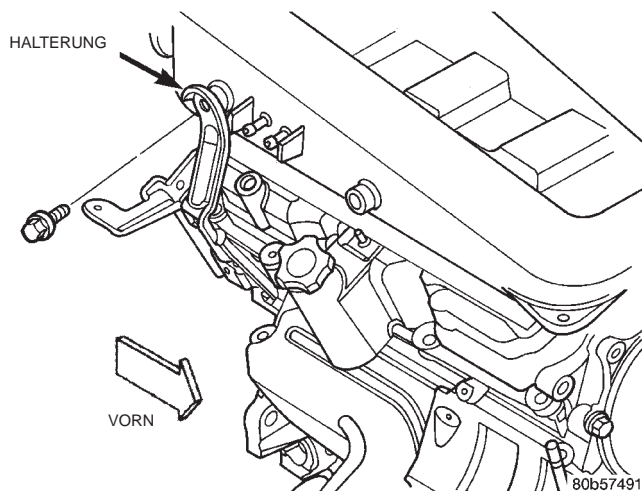
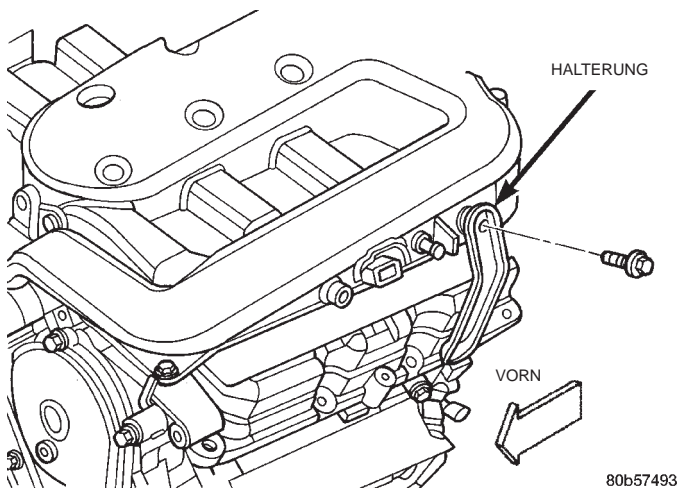

Abb. 8 Ansaugkrümmer-Halterung—rechte Seite
Abb. 9 Ansaugkrümmer-Halterung—linke Seite
- (4) Die Steckverbinder an folgenden Fühlern und Stellantrieben abziehen (Näheres zur Einbaulage der Bauteile siehe Kapitel 14, "Kraftstoffanlage"):
- (5) Die Unterdruckschläuche von folgenden Einrichtungen abziehen:
- (6) Die Ansaugkrümmer-Halterungen auf der rechten (Abb. 8) und linken Seite (Abb. 9) abbauen.
(5) Die Ansaugkrümmer-Halterungen auf der rechten (Abb. 8) und linken Seite (Abb. 9) anbauen.